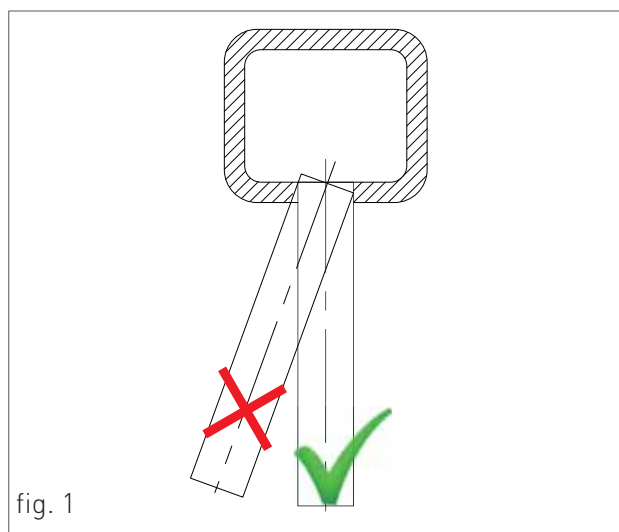

fig. 1
- › Il condotto di scarico deve essere perpendicolare con la parete interna opposta del camino o della canna fumaria (fig. 1).
Per questo tipo di caldaia sono disponibili le seguenti configurazioni di scarico dei fumi: B11BS (vedi Fig. 1).